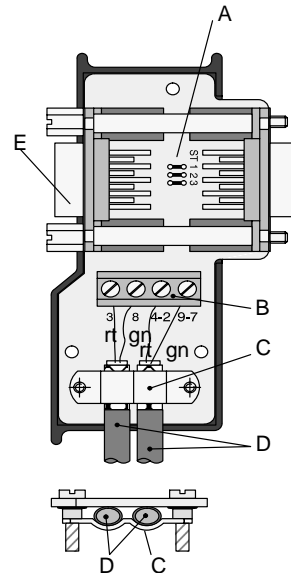

Bild 30 Handhabung und Anschluß des Profibussteckers 490 NAD 911 02
*) = Klemme B des 490 NAD 911 02 gem. Bild 30 auf Seite 68
***) = Stecker E des 490 NAD 911 02 gem. Bild 30 auf Seite 68